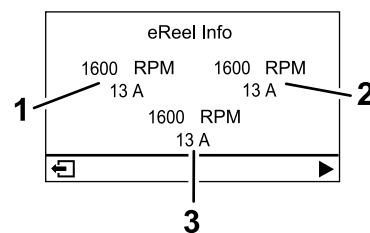

Figura 19
- **Pantalla de motores eReel (Figura 19):** muestra la velocidad y la corriente de cada motor de las unidades de corte.